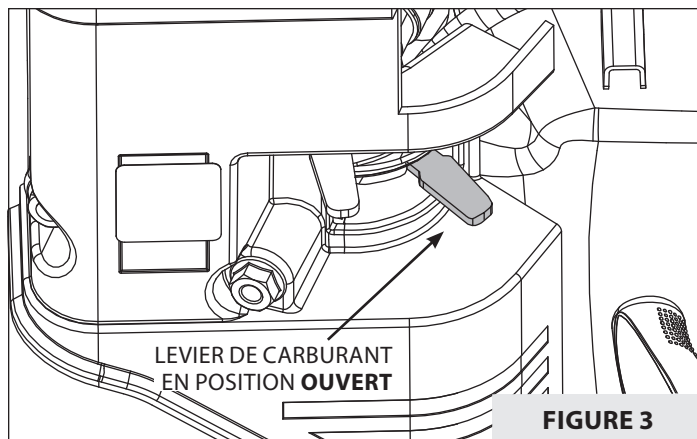

FIGURE 3
VOIR FIGURE 3.
1. Mettre le levier de carburant en position **FERMÉ** pour couper l'arrivée de carburant. Si ce robinet n'est pas fermé, du carburant brut peut pénétrer dans le carter et contaminer l'huile moteur, entraînant une lubrification insuffisante. **CELA PEUT PROVOQUER DES DOMMAGES GRAVES DU MOTEUR. VOIR FIGURE 3.**